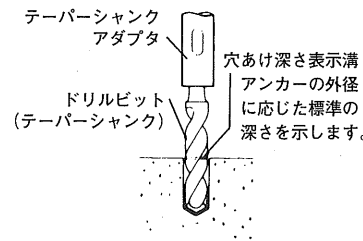

図 12
- (1) テーパーシャंकアダプタにテーパーシャंक付ドリルビットを取付けます。（図12）
- (2) スイッチを入れ、穴あけ深さ表示溝まで穴をあけます。
- (3) スポイトで掃除した後アンカーの先端にプラグを付け、手ハンマなどで打ち込みます。